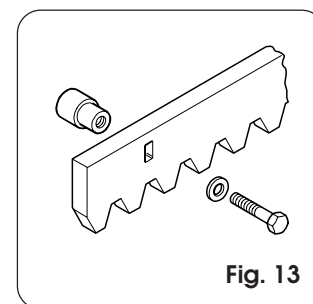

Fig. 13
4.8.1. Cremagliera di acciaio a saldare (Fig. 13)